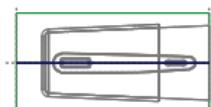
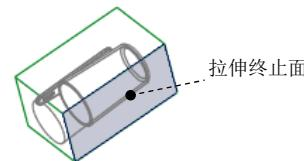

图 7.12 截面草图
图 7.13 选取拉伸终止面
(3) 绘制截面草图。选取坯料的边线和 MOLD_PARITING_PLN 基准平面为草绘参考；单击 **关闭(C)** 按钮。绘制图 7.12 所示的截面草图（截面草图为一条线段）；完成截面的绘制后，单击“草绘”操控板中的“确定”按钮 。
(4) 设置深度选项。
- ① 在操控板中选取深度类型 (到选定的)。
- ② 将模型调整到合适位置, 选取图 7.13 所示的模型表面为拉伸终止面。
- ③ 在操控板中单击 按钮。完成特征的创建。